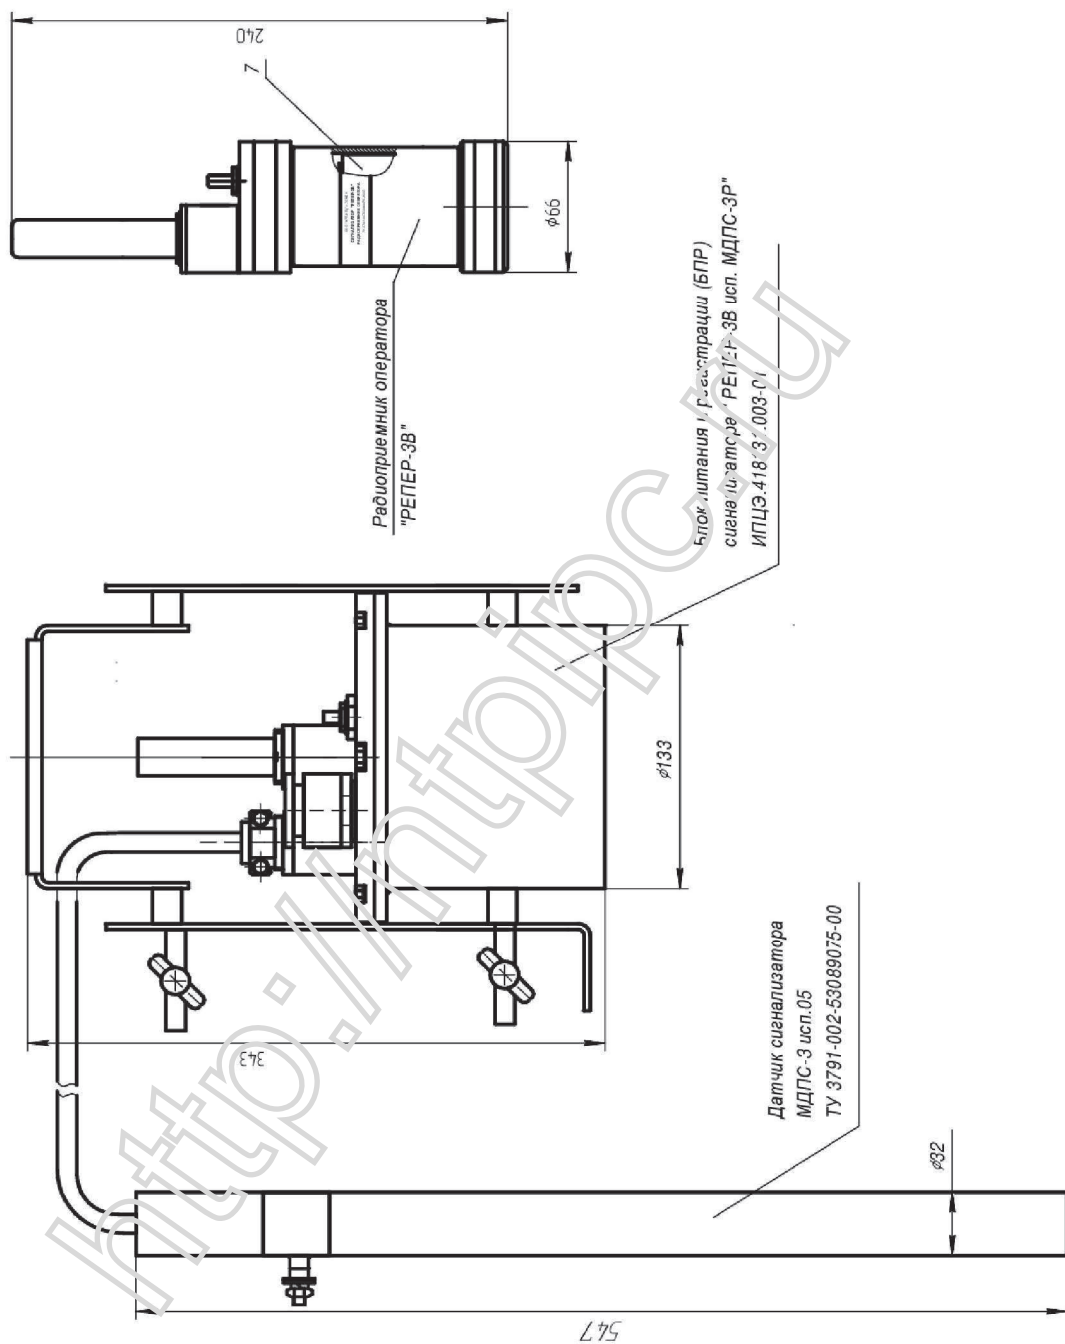

Рис. 24 – Габаритный чертёж сигнализатора «Репер-3В» исполнения «МДПС-3Р».
Сигнализатор «Репер-ЗВ» исполнения МДПС-ЗР состоит блока датчика, соединённого кабелем с блоком питания и регистрации. Габаритный чертёж сигнализатора приведён на Рис. 24.
3.6.2.1 Взрывонепроницаемость оболочки блока БПР обеспечивается герметизацией полости за счёт сварного соединения, а также обеспечивается целевой взрывозащитой, параметры которой указаны на чертежах средств взрывозащиты: Рис.24а, Рис.25. На взрывозащитных поверхностях, обозначенных на чертеже средств взрывозащиты надписью «Взрыв», наличие раковин, трещин, отслоений и других дефектов не допускается.
Рис. 24а – Чертёж средств взрывозащиты блока БПР сигнализатора «РЕПЕР-3В» исполнения «МДПС-3Р»